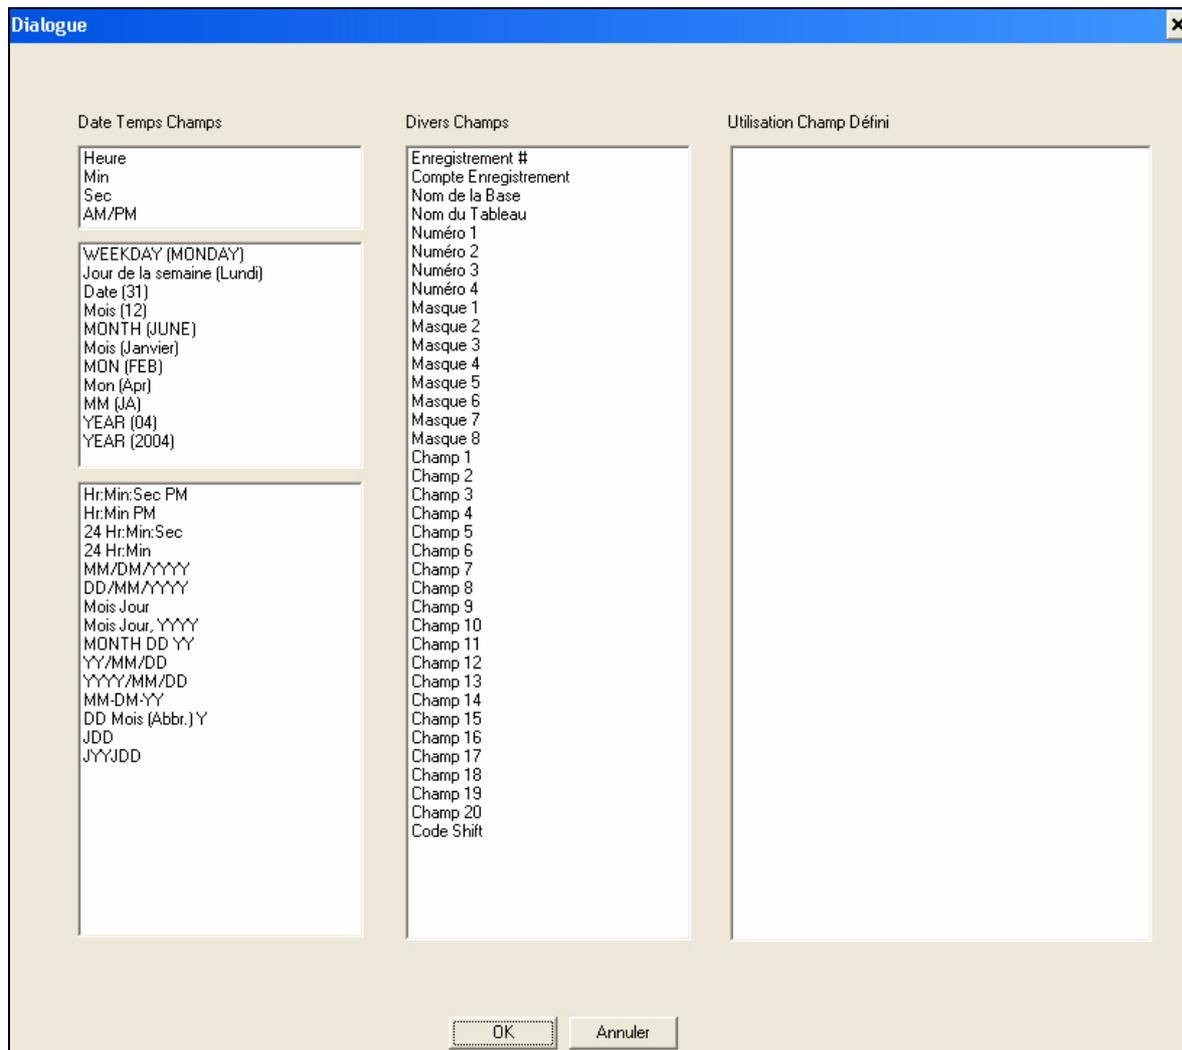

Figure 4-16: Champs en Options
- 5 Cliquer sur le bouton Champs en Options pour ajouter la Date et Heure, Divers champs et le champ Utilisateur. L'écran de Dialogue apparaît (voir Figure 4-16 page 4-12).